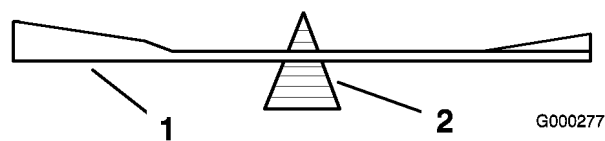
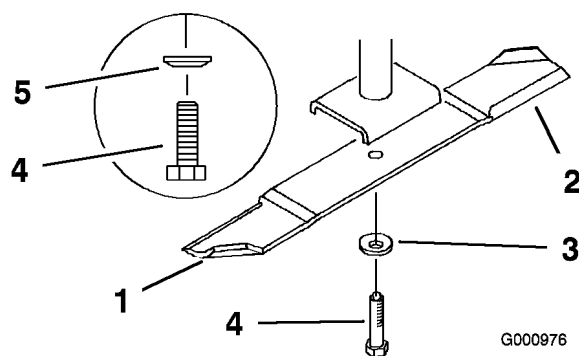

Figura 66
Figura 67
2. Retire del eje el perno de la cuchilla, la arandela de muelle y la cuchilla (Figura 67).
2. Verifique el equilibrio de la cuchilla colocándola sobre un equilibrador de cuchillas (Figura 66). Si la cuchilla se mantiene horizontal, está equilibrada y puede utilizarse. Si la cuchilla no está equilibrada, rebaje algo del metal en la parte de la vela solamente (Figura 67). Repita este procedimiento hasta que la cuchilla esté equilibrada.
1. Instale la cuchilla en el eje (Figura 67).
2. Instale la arandela de muelle y el perno de la cuchilla. El cono de la arandela de muelle debe estar orientado hacia la cabeza del perno (Figura 67). Apriete el perno de la cuchilla a 115-150 Nm.